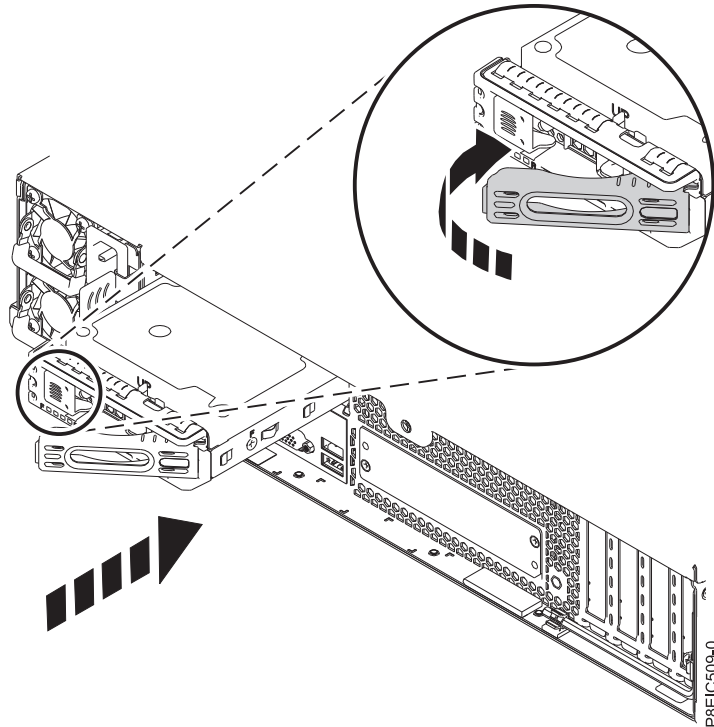

Figura 18. Bloqueo del asa de la bandeja de unidad posterior
6. Sujete la bandeja de unidad por la parte inferior cuando coloque la unidad. Deslice la bandeja de unidad por todo el recorrido hasta el sistema. Empuje la bandeja de unidad hasta que el asa empiece a cerrarse, después, empuje el asa hasta que se cierre, tal como se muestra en Figura 18 en la página 19.